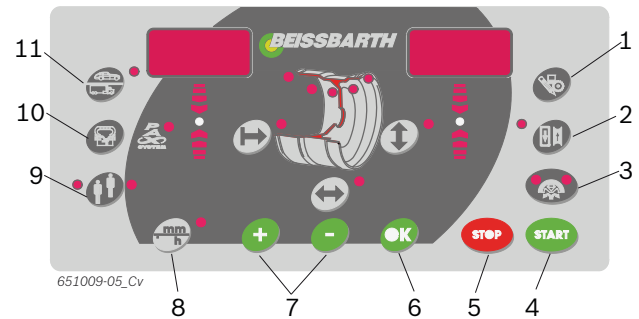

Fig. 5: Przyciski panelu obsługi/wskaźników
2. Wprowadzić aktualną liczbą ramion koła za pomocą przycisków <-> lub <+> (rys. 5, poz. 7).